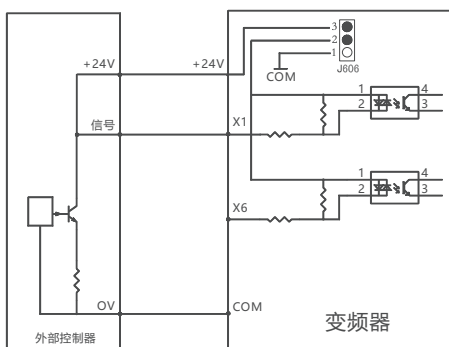

图 4.16 NPN 型接线图
(1) 多功能输出端子Y1可使用变频器内部的+24V电源，接线方式如图4.16所示。